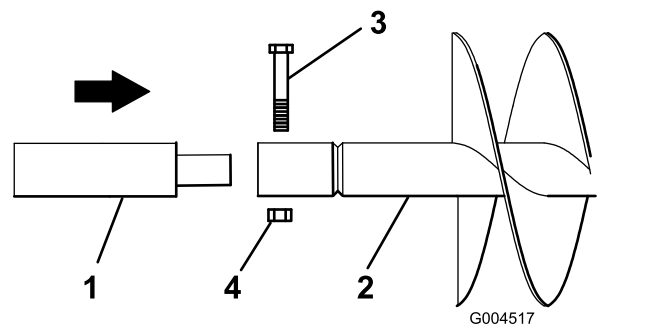

Bild 6
6. Wenn Sie eine Verlängerung mit dem Erdbohrer verwenden, setzen Sie das Ende der Verlängerung in das Ende des Erdbohrers ein und befestigen Sie den Erdbohrer mit einer Schraube ($\frac{7}{8}$ " x $4\frac{1}{2}$ ") und einer Mutter ($\frac{7}{8}$ ") an der Verlängerung, wie in **Bild 6** abgebildet.